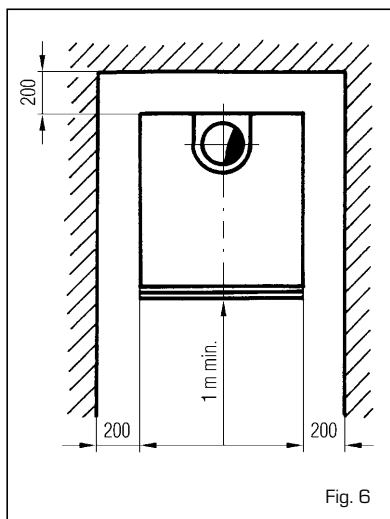

Fig. 6
2.1 CHAUFFERIE (fig. 6)
Vérifiez que la pièce où l'on doit installer la chaudière ait toutes les caractéristiques requises par les règlements de sécurité en matière d'installations thermiques au gaz en vigueur. En outre il faut respecter les distances minimales indiquées ci-dessous (fig. 6).